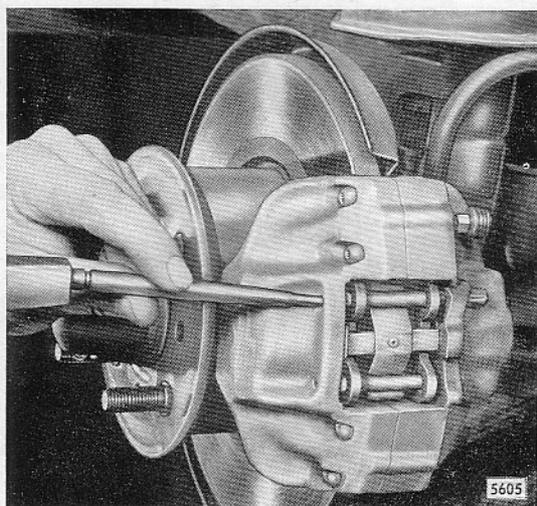

Bild B 12 - Haltestifte für Bremsbeläge aus Bremssattel herausschlagen
1. Wagen vorn aufbocken und Vorderräder abnehmen. An jedem Bremssattel Haltestifte für Bremsbeläge mit dünnem Dorn von außen nach innen aus Sattel und Belägen herausschlagen (Bild B 12). Kreuzförmige Spreizfeder abnehmen.